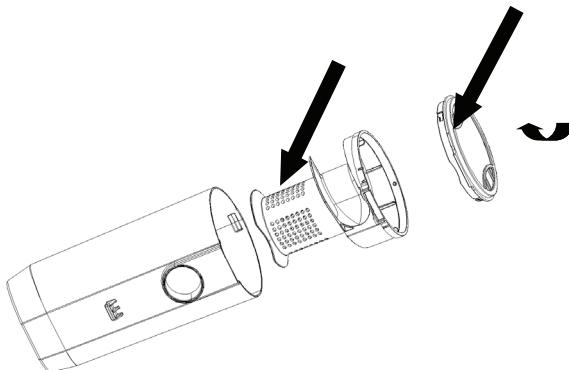

Рис. 19
- Удерживая контейнер, аккуратно выкрутите фильтр против часовой стрелки (Рис. 19). Вытряхните содержимое фильтра в мусорное ведро. При необходимости промойте фильтр под проточной водой комнатной температуры.